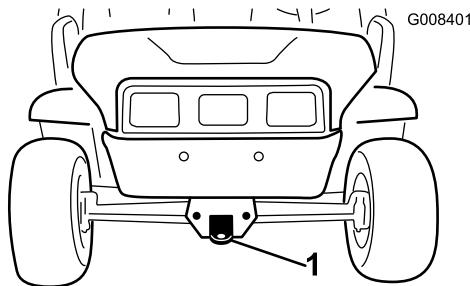
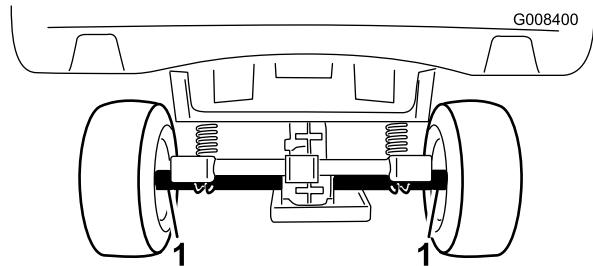

Figura 21
Figura 22
Usate un rimorchio per spostare la macchina su lunghe distanze. Accertatevi che la macchina sia ben fissato al rimorchio. Vedere Figura 22 e Figura 21 per conoscere la posizione dei punti di attacco sulla macchina.
2. Fissate una fune di traino al timone sulla parte anteriore del telaio della macchina (Figura 21).